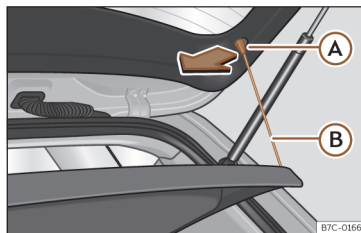

Fig. 105 En el maletero: desmontar y montar la bandeja.
- Desenganche los tirantes de sujeción >>> **fig. 105** (B) de los alojamientos (A).
- Enganche los tirantes de sujeción >>> **fig. 105** (B) en el portón trasero.